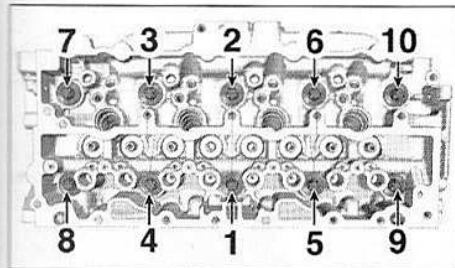

FIG.89
- Respecter l'ordre et les couples de serrage de la culasse (Fig.89).